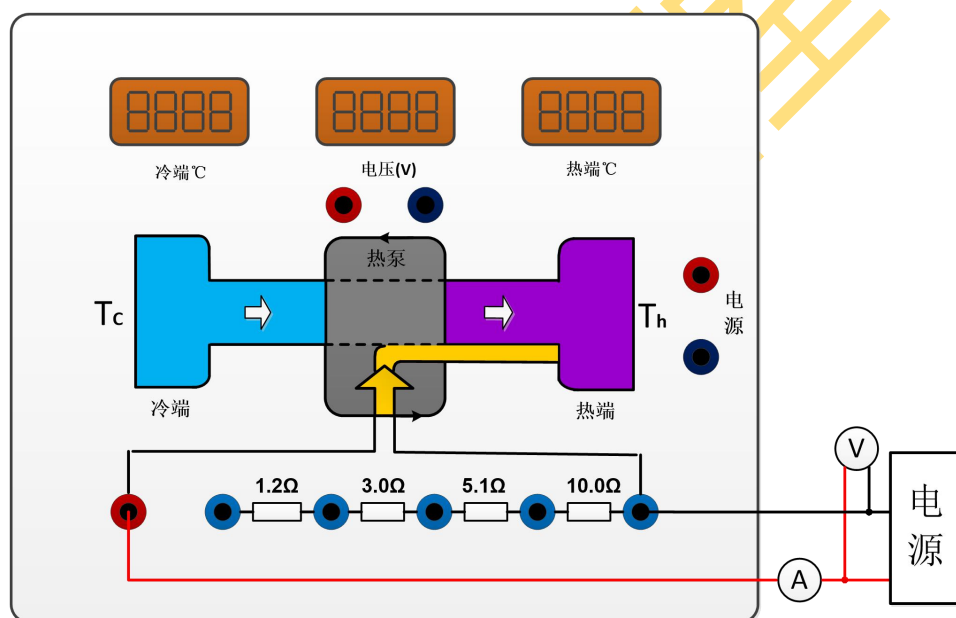

图6 热泵接线
2. 在热泵上连接电源（如图6），输入功率恒定，工作制冷，待热源平衡。